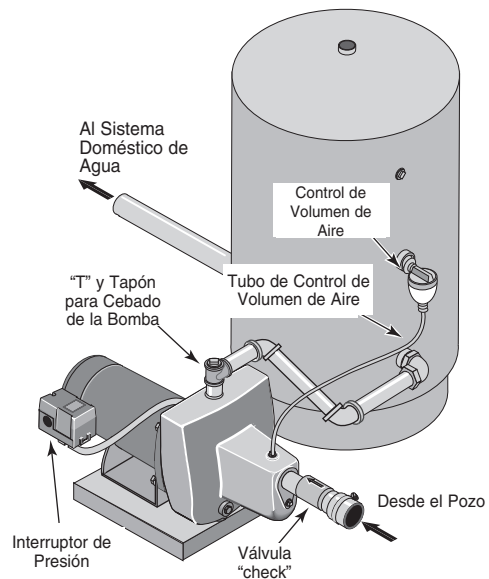

Figura 5: Conexiones para Tanque Estándar
CONEXIÓN PARA TANQUE ESTÁNDAR (Figura 5)
1. Instale una "T" en el puerto de descarga de la bomba (Figura 5).
3. Retire el tapón de la tubería de 1/8" de NPT del orificio del Control de Volumen de Aire (CVA) de la bomba (Vea la Figura 5). Instale una tubería desde el puerto de CVA (Vea la Figura 5) de la bomba hacia el puerto en el CVA montado en el tanque. Vea las instrucciones incluidas con el tanque y en el CVA, para tener más detalles.